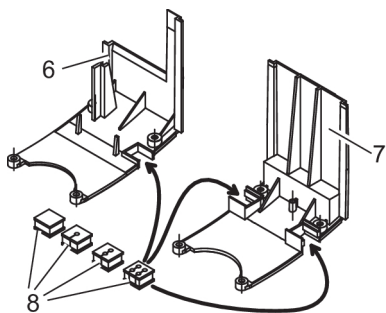

Abb. 11: Rückteil mit und ohne Aussparung
6. Das Rückteil ohne Aussparung für den Wasserzähler (7) und geeignete Kabeltüllen (8) aus dem Zubehörbeutel zur Hand nehmen (siehe Abbildung 11).